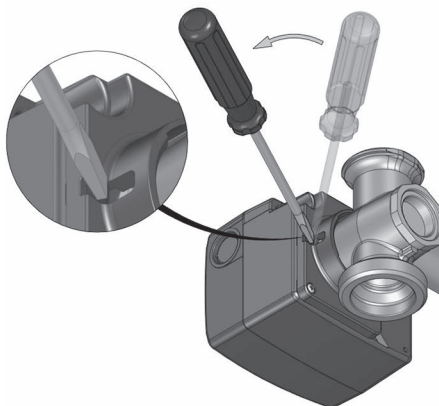

Fig. 13
1. Rimuovere manualmente l'attuatore dalla valvola miscelatrice a tre vie. Se necessario utilizzare con cautela un cacciavite e posizionarlo come mostrato nella fig. 13.